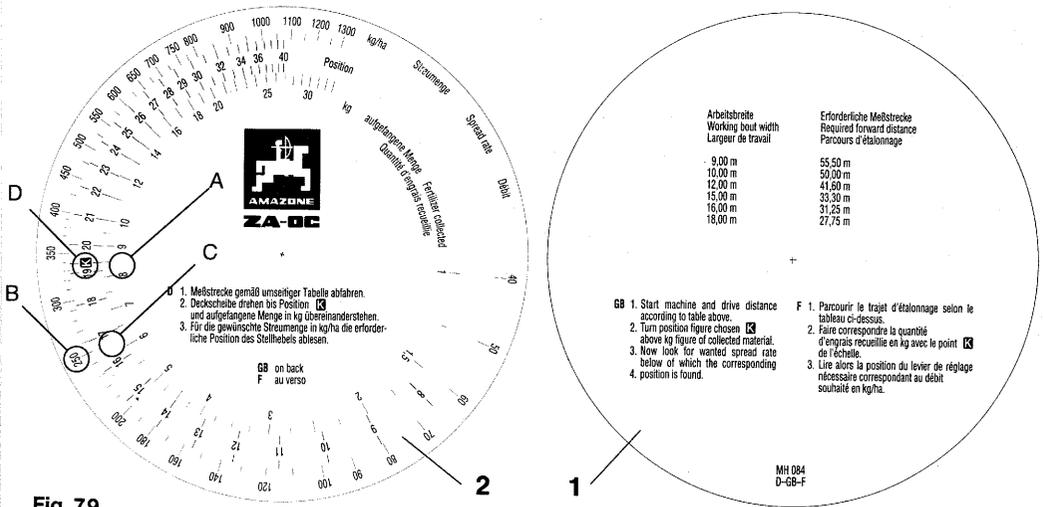

Fig. 7.9
- Aus Tabelle (Fig. 7.8/1) von Nomogramm (Fig.7.8) bzw. Tabelle (Fig. 7.9/1) (auf Rückseite) von Rechenscheibe (Fig 7.9/2) für gewünschte Arbeitsbreite (**12m**) erforderliche Meßstrecke (**41,6m**) entnehmen. Meßstrecke auf dem Feld exakt abmessen. Anfangs- und Endpunkt von Meßstrecke markieren.
## b) Ermittlung der Schieberstellung mittels Rechenscheibe (Fig. 7.9)
- Für aufgefangene Düngermenge (**8,5 kg**) Zahlenwert auf innerer Skala (Fig.7.9/A) aufsuchen und mit Schieberstellung "**K**" (Fig. 7.9/D) von mittlerer Skala "**C**" übereinanderstellen.
- Gewünschte Streumenge (**250 kg/ha**) auf äußerer Skala (Fig. 7.9/B) aufsuchen und hierfür erforderliche Schieberstellung "**16,6**" auf mittlerer Skala (Fig. 7.9/C) ablesen.